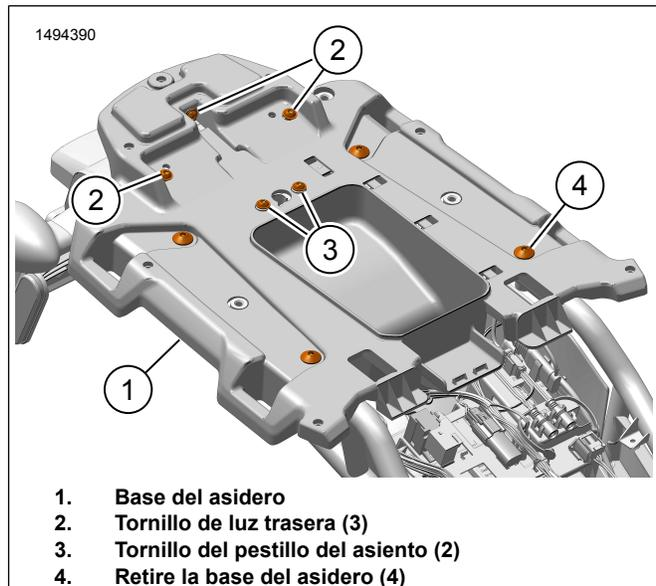

Figura 6. Instale la base del asidero
- a. Vea la Figura 6. Instale los tornillos del pestillo del asiento (3). Ajuste.
- a. Vea la Figura 6. Instale los tornillos de la luz trasera (2). Ajuste.
4. Vea la Figura 6. Instale la base del asidero(1).
- a. Instale los tornillos de la base del asidero (4). Ajuste.